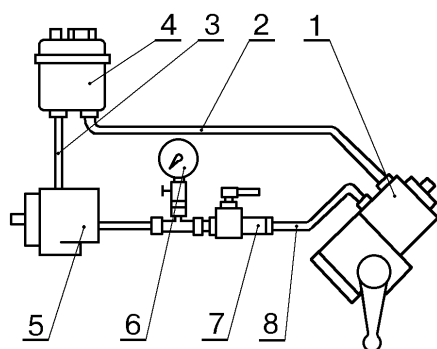

Рис.12. Схема проверки работоспособности рулевого механизма:
5.4.2 Присоединить к картеру рулевого механизма и к шлангу высокого давления манометр с пределом измерений 0...15 МПа (0...150 кгс/см²) и кран, как показано на схеме, рис.12 (ключ гаечный кольцевой 19).